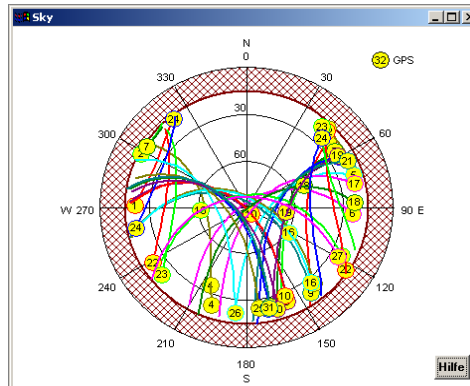

Abbildung A.11. Sky Plot
1. Wählen Sie **Sky Plot** im Menü **Ansicht**, um die **Sky Plot**-Anzeige zu öffnen (Abbildung A.11).